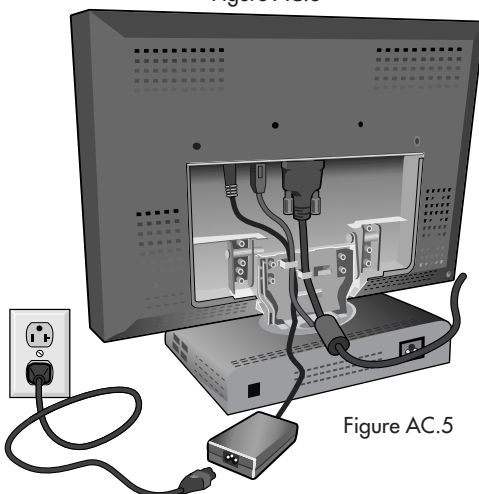

Figure AC.5
6. Remettez en place le panneau inférieur sur le socle. Pour brancher l'adaptateur CA à l'extérieur du socle, branchez le cordon de l'adaptateur CA au dos du moniteur dans la prise marquée "DC in" (Figure AC.5).